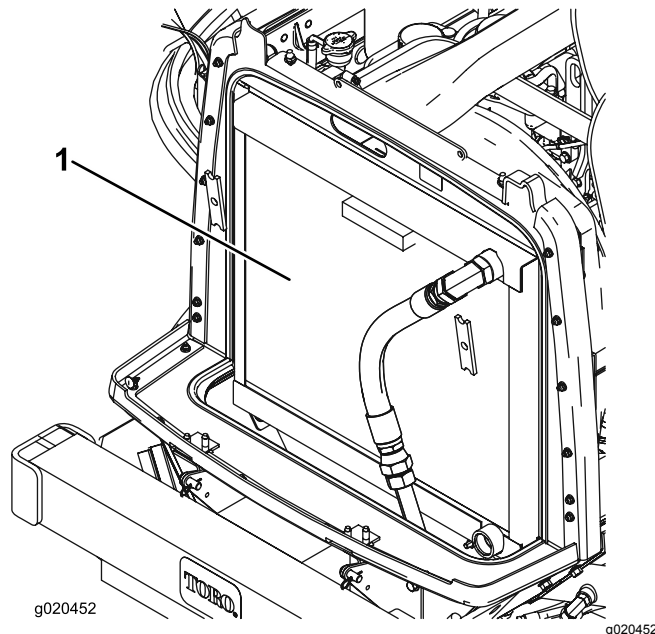

Рисунок 110
3. Тщательно очистите сжатым воздухом область с обеих сторон радиатора и маслоохладителя (Рисунок 110).